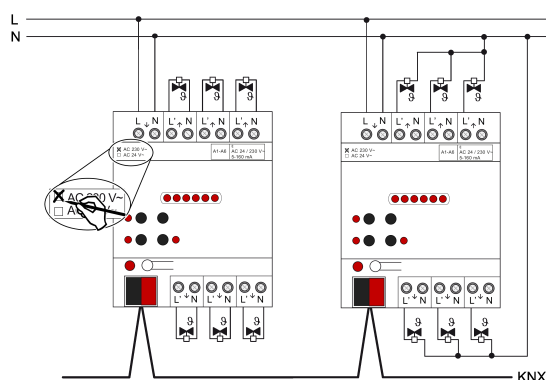

рисунок 3: Подключение сервоприводов 230 В перем. тока (примеры подключения)
- Подключите сервоприводы 230 В перем. тока согласно схеме подключений (см. рисунок 3). Нейтральные провода сервоприводов могут быть подключены либо непосредственно к N-клеммам выходов исполнительного элемента отопления (пример подключения слева), либо, в качестве альтернативы, вместе с соответствующим N-потенциалом (например, N-клемма для закрепления на токоведущей части в распределителе) (пример подключения справа). Не обязательно подключать нейтральные провода сервоприводов непосредственно к исполнительному элементу.